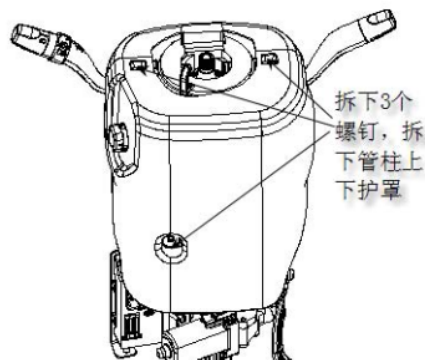

图 13
①用十字起松开下护罩的三个安装螺钉，然后分离上下护罩。如图 13 所示。